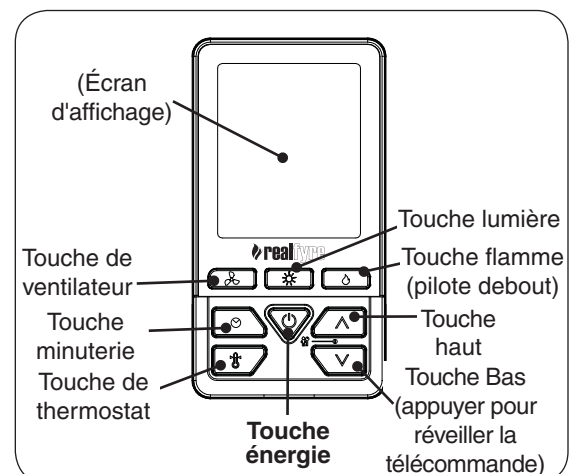

Fig. 40-3 Détails de l'émetteur à distance
2. Localisez la télécommande et appuyez sur la touche HAUT ou BAS pour réactiver la télécommande. Appuyez ensuite sur la touche **ÉNERGIE** (voir Fig. 40-3). L'écran affichera les données, le système émettra un bip et la séquence d'allumage commencera..